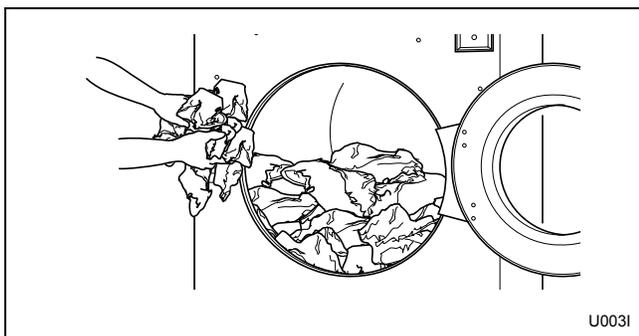

Figura 4
3. Cargue según la capacidad siempre que sea posible. **NO LA SOBRECARGUE.** Consulte la *Figura 4*.